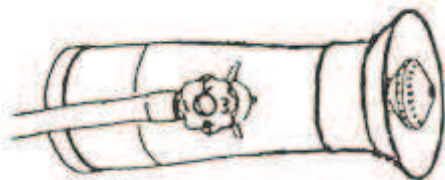

Рис. 11
- 1). Мелкокапельное распыление. Ослабьте прижимающий колпачок, настройте длину распылительного отверстия для требуемого типа распыления. Поверните регулировочный клапан для изменения интенсивности распыления (см. Рис. 11).